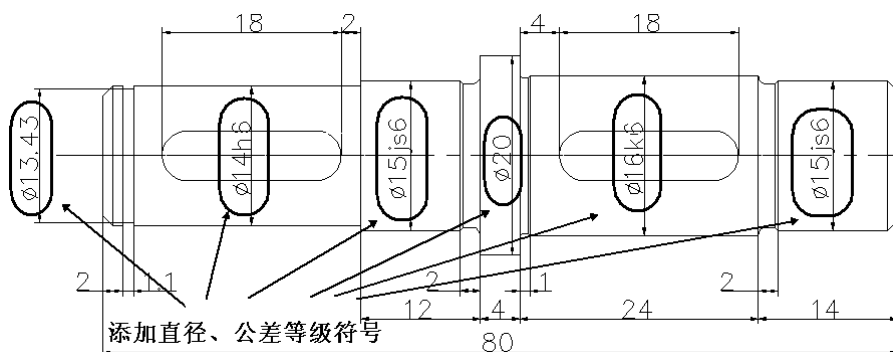

图 9
1) 修改标注: 对需要特殊标注的尺寸进行修改, 如各轴段直径表示方法、公差等级等。此处用到公差查询表极大地方便了用户查询公差等级, 极限偏差值等工作, 具体数值如图 9 所示。